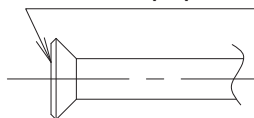

Рис. 20
- При обустройстве развальцованного соединения следует покрыть эфирным маслом только внутреннюю поверхность раструба. (См. рис. 20)